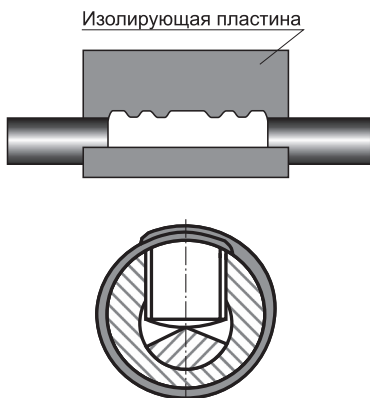

Рисунок 12
4.23 Обезжирить гильзы и прилегающие к ним участки трубок на расстоянии не менее 50 мм. Обернуть гильзы пластиной герметика (из комплекта «Герметик для гильзы»), для чего снять с одной стороны пластины бумагу, расположить её симметрично относительно середины гильзы, край пластины расположить на местах срыва головок винтов (пластина должна полностью закрыть места срыва головок болтов) и обернуть гильзу, постепенно снимая бумагу. После обертывания гильзы места срыва головок болтов должны быть закрыты пластиной в два слоя. Обжать пластину рукой (рисунок 12).